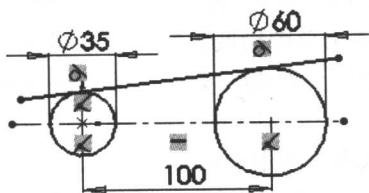

图 1-6 添加几何关系后的草图
11. 继续添加几何关系。选择直线和圆弧 2, 重复步骤 10, 为它们也添加“相切”的几何关系, 生成草图如图 1-6 所示。